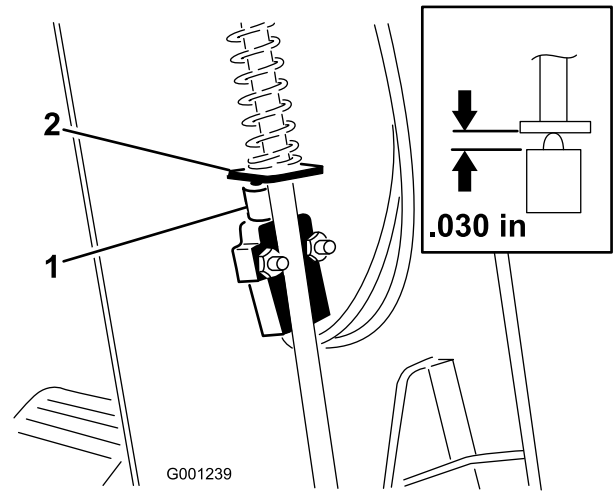

Figure 74
3. Faites coulisser le couvercle en haut de l'arbre de direction pour exposer le contacteur du frein de stationnement (Figure 74).
5. Alignez la palette de la tige du frein de stationnement sur le plongeur du contacteur (Figure 74)
6. Appuyez sur la tige du frein de stationnement et poussez le contacteur vers le haut jusqu'à ce que le plongeur soit comprimé à 0,7 mm ; voir Figure 74.